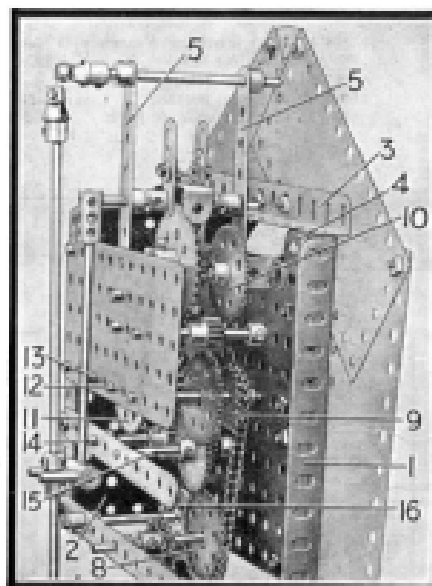

Fig. 2. Les engrenages.
Le bâti se compose de deux Cornières de 32 cm. 1, munies de deux Plaques à Rebords de 14 x 6 cm. dont on aperçoit l'une (2) sur la figure 2. La Plaque correspondante du côté le plus proche a été enlevée afin de mettre à découvert le mécanisme. Une Cornière de 15 cm. 3 est boulonnée en travers des rebords supérieurs des Plaques 2, et deux autres Cornières similaires sont fixées au rebord intérieur de chaque Plaque. Une de ces Cornières est visible en 4 et les deux constituent des supports pour deux Plaques sans Rebords de 11 1/2 x 6 cm. Une Plaque sans Rebords de 14 x 6 cm. et deux Bandes de 14 cm. sont boulonnées entre les deux rebords arrière des Plaques 2. Deux Bandes de 11 cm. 1/2 5 sont montées comme le montre le cliché.